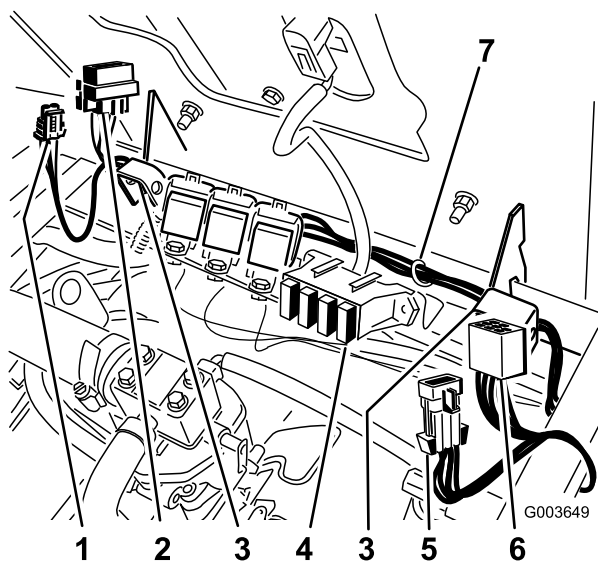

Figura 33
3. Disponete il cablaggio lungo le cerniere del sedile, dall'interruttore al relè montato in precedenza sulla valvola (Figura 33).
Installate il fusibile nello slot destro nel portafusibili (Figura 33).